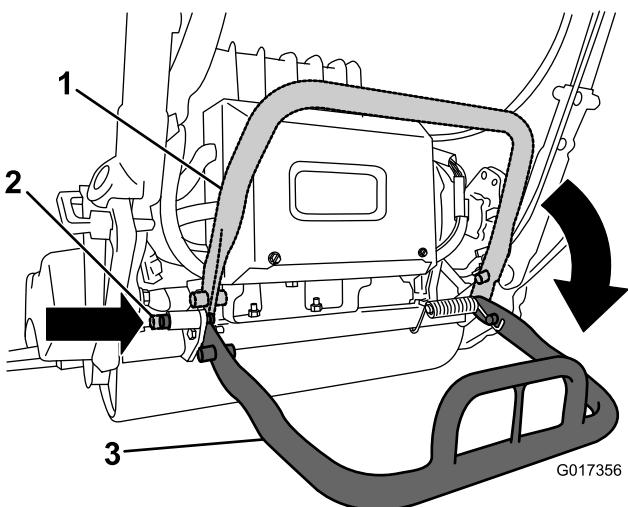

図 4
- キックスタンドを下げる、ロッキングピンを差し込んでキックスタンドを整備位置に固定する（図 4）。キックスタンドをロックして機体を支える。